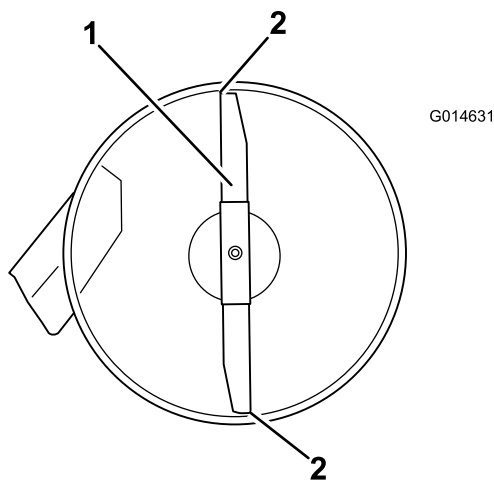

Figura 53
4. Rode cuidadosamente as lâminas para que estejam da frente para trás (Figura 53).
5. Meça da ponta da lâmina da frente até à superfície plana e da ponta da lâmina de trás até à superfície plana (Figura 53). Se a parte da frente da lâmina não estiver 1,6–7,9 mm mais baixa do que a ponta da lâmina de trás, ajuste a porca de bloqueio da frente.
8. Após o ajuste, volte a verificar a inclinação da frente para trás. Continue a ajustar a porca até que a ponta da lâmina da frente esteja 1,6–7,9 mm mais baixa que a ponta da lâmina traseira (Figura 53).